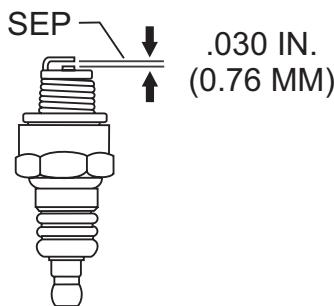

Figura 25. Separación entre puntas de la bujía
5. Mida la distancia entre electrodos de la bujía (Figura 25) con un calibre de láminas tipo alambre. Si es necesario, ajuste la distancia a 030" (0.76 mm), doblando con cuidado el electrodo lateral.